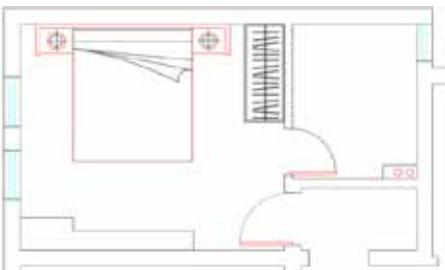

图 2-16
STEP 16 执行“修剪”命令,修剪电视柜和梳妆台,如图 2-16 所示。